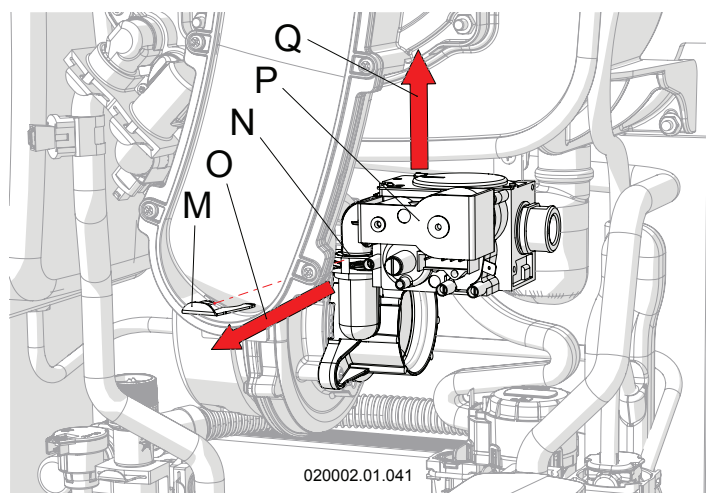

Figura 6-4 - Smontaggio valvola gas
- 8.-rimuovere la molla di serraggio "M" dalla sede "N" per liberare la valvola "P" (Figura 6-4);
- 11.-rimontare la valvola del gas "P", avendo cura di riposizionare la molla "M" (Figura 6-4);